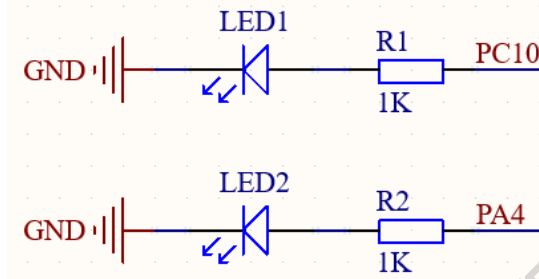

图 2.2.20 智慧底板 LED 灯电路图
(2) 智慧底板有 2 个测试灯，其原理图如图 2.2.20 所示，2 个测试灯引脚分配说明如表 2.2.18 所示